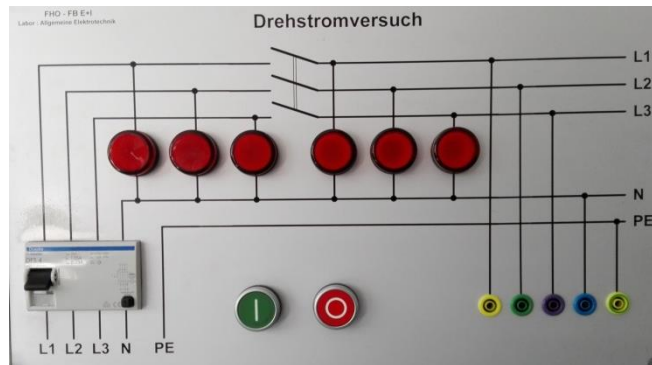

Bild 7: Netzmodell am Versuchstisch
- (a) Für die Versuchsdurchführung verwenden Sie das im Labortisch eingebaute Netzmodell nach Bild 7. Skizzieren Sie eine Schaltung zur Bestimmung der Netzform (siehe Aufgabe 3.1)